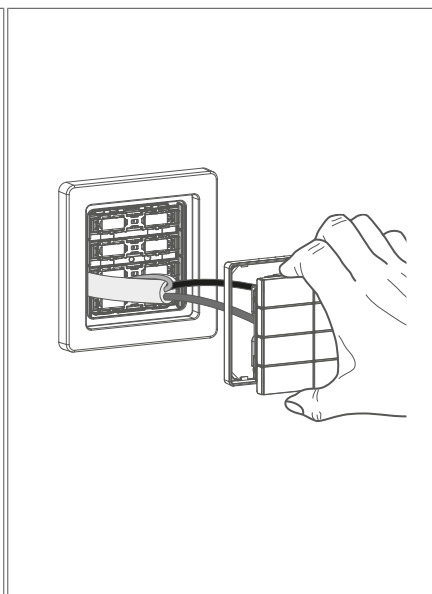

Fig. 19 : Retrait de l'appareil de la bague d'appui
- ② Déposer le module à boutons-poussoirs de la bague d'appui. Tenir la plaque décorative (cf. Fig. 19).